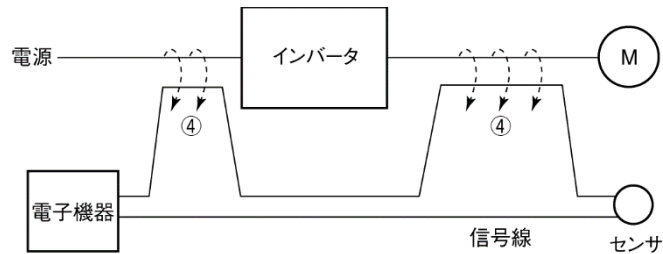
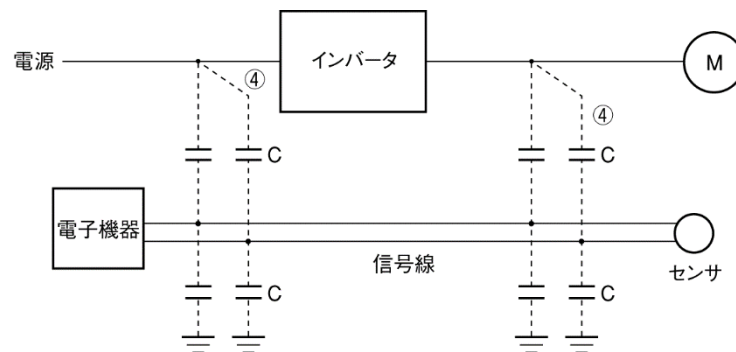

図4 電磁誘導ノイズ
図5 静電誘導ノイズ
ノイズ電流の流れているインバータの入力側や出力側の電線に周辺機器の電線や信号線を近づけると、電磁誘導(図4)や静電誘導(図5)によって周辺機器の電線や信号線にノイズが誘導されます。これが④の誘導ノイズです。